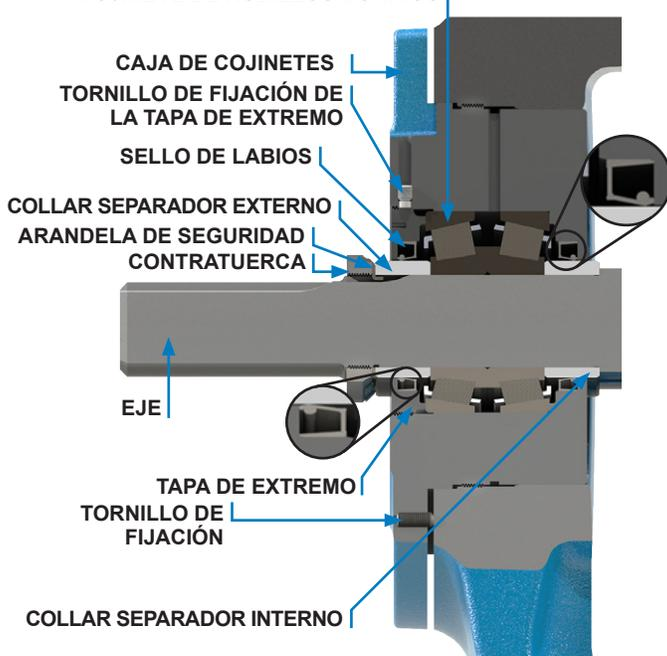

FIGURA 5
2. Afloje los dos tornillos de fijación en la cara de la caja de cojinetes (Elemento 7), consulte la **Figura 5**, y gire la caja de cojinetes en sentido antihorario para quitar el conjunto de la caja de cojinetes del bastidor (Elemento 27).
- Coloque la arandela de seguridad y la contratuerca en el eje; consulte la **Figura 5** para orientarse. Ajuste la contratuerca siguiendo la **Tabla 1** y doble una lengüeta de la arandela de seguridad hacia el interior de una ranura de la contratuerca.
4. Afloje los dos tornillos de sujeción en la cara de la caja de cojinetes, consulte la **Figura 5**, y gire la caja de cojinetes en sentido antihorario para quitar el conjunto de la caja de cojinetes del bastidor.
8. Afloje los dos tornillos de fijación radiales de la brida de la caja de cojinetes. Con una llave ajustable, quite la tapa del extremo exterior (Elemento 3) con sello de labios (Elemento 5) y el collar separador del cojinete exterior (Elemento 4); consulte la **Figura 5**.
7. Si está dañado, reemplace e instale el sello de labios en la caja de cojinetes. Consulte la Figura 5 para conocer la orientación del sello de labios.
8. Llene con grasa los cojinetes de rodillos cónicos, y presione o empuje los cojinetes hacia el interior de la carcasa con los extremos grandes de los anillos de rodadura interiores juntos. Es posible que los cojinetes se instalen incorrectamente. Para ver el montaje correcto, consulte la **Figura 5**.
9. Si está dañado, reemplace e instale el sello de labios en la tapa de extremo. Consulte la **Figura 5** para conocer la orientación del sello de labios. Enrosque la tapa de extremo en la caja de cojinetes junto con el collar separador del cojinete exterior y, luego, ajústelo contra el cojinete.
10. Trabe la tapa de extremo en su lugar con dos tornillos de fijación en la brida de la caja de cojinetes; consulte la **Figura 5**.
2. Afloje los dos tornillos de fijación en la cara externa de la caja de cojinetes (consulte la **Figura 5, página 6**) y gire este conjunto de cojinete de empuje en sentido horario hasta que ya no pueda girarlo a mano. Afloje la caja de cojinetes en sentido antihorario hasta que el eje y el rotor se puedan girar a mano, pero con una resistencia notable.